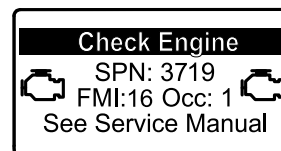

Figura 29
- Se è necessaria una rigenerazione parcheggiata, viene visualizzata un'avvertenza motore nell'InfoCenter SPN 3719, FMI 16 (Figura 29) e il computer riduce la potenza del motore all'85%.